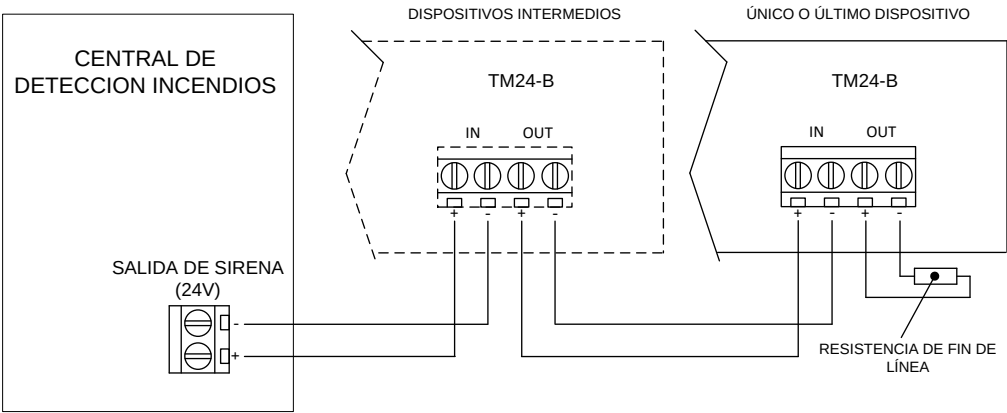

Figura 4 - Conexiones eléctricas: salida de sirena con uno o más dispositivos de sonido
- Conecte el dispositivo TM24-B de acuerdo con los diagramas que se muestran en la *figura 4*.